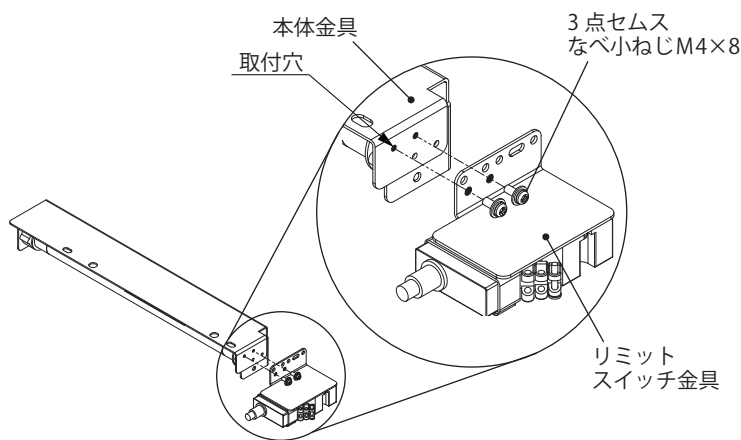

図1
1. リミットスイッチ金具にある3点セムスなべ小ねじ M4×8 (2カ所) を取外してください。(図1)
2. 本体金具とリミットスイッチ金具を3点セムスなべ小ねじ M4×8 (2カ所) にて取付けてください。(図1)